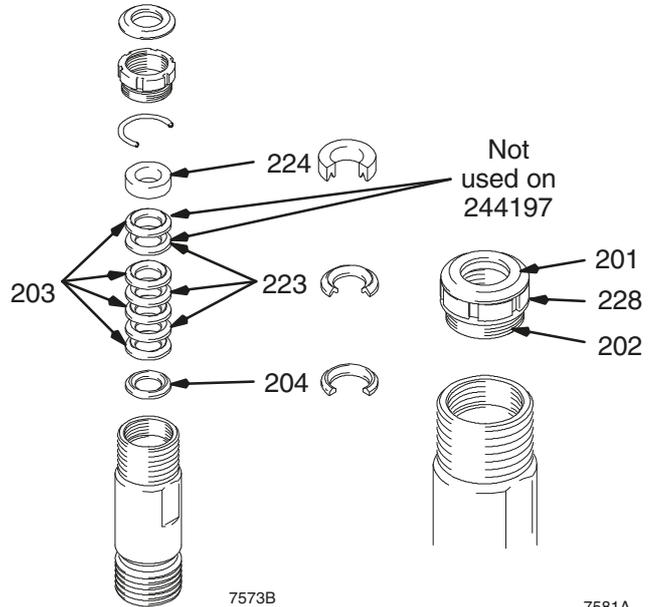

Fig. 11
Fig. 11. Væd alle læderpakninger i olie (SAE 30W) i mindst 1 time før samling. Sæt hanstopbøsningen (204) på. Sæt skiftevis UHMWPE- (203) og læderpakninger (223) på (bemærk retningen). Sæt hunstopbøsningen (224) på. Sæt forseglingen (201) og pakningsomløberen (202) samt halsjusteringsstykket (228) på.